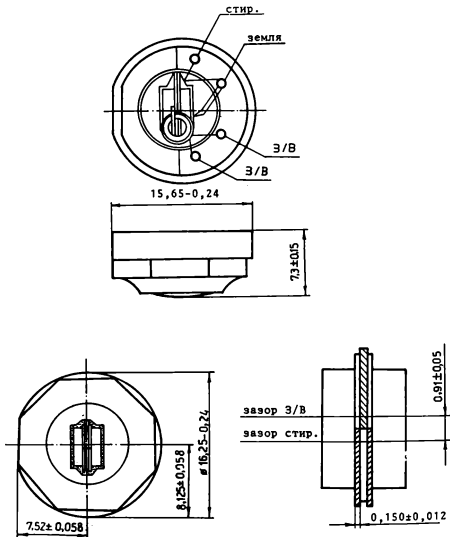

Рис. 2
- 3.5. Головка записи/воспроизведения: /рис. 2/